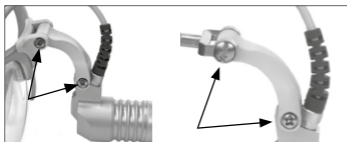

Fig. 13 Aperto dos parafusos
- Pode ser necessário reapertar os parafusos com uma chave de parafusos para que o LED MicroLight se mantenha em cada posição livremente selecionável (ver fig. 13).